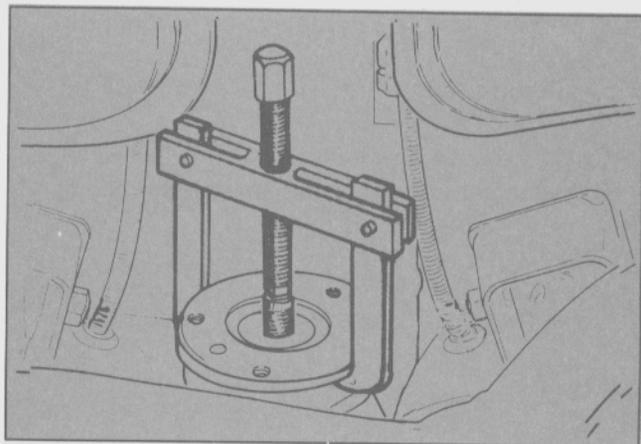

Fig. 61 - Extracción de la brida del piñón.
- Extraer la brida del piñón utilizando la herramienta especial T60L-400-BAS (Fig. 61).